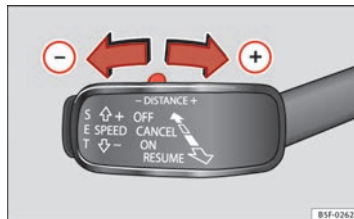

Fig. 135 Alavanca de comando: Regular a distância
- Para indicar a distância programada actualmente, pressione brevemente o botão basculante ⇒ Fig. 135.